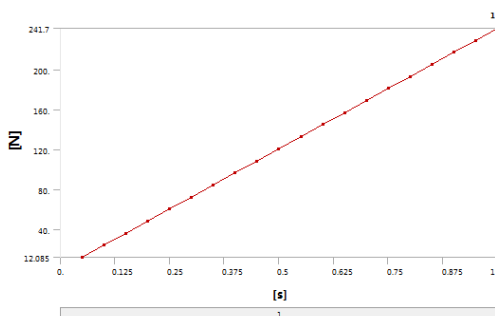

图 9-21 反作用力时间历程曲线
11) 在 Outline 树结构图中的“Force Reaction”对象上右击, 在弹出的快捷菜单中选择“Evaluate All Results”, 此时进行求解, 求解后得到的反作用力时间历程曲线如图 9-21 所示。